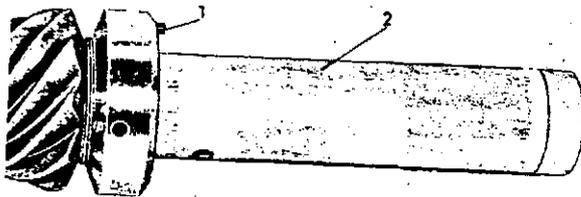

Abb. 44. Einstellring und Schlüssel für den Sitz des Antriebskegelrades
1. Merkfläche des Antriebskegelrades mit äußerst feinem Schmirgelleinen polieren. Einstellring und Schlüssel am Antriebskegelrad gemäß Abb. 44 anbringen. Für die verschiedenen Hinterachsgetriebe sind Werkzeuge nachstehender SVO-Nummern zu verwenden: